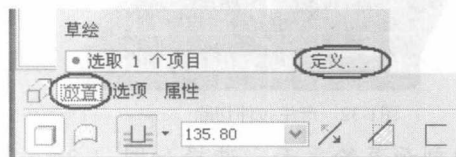

图1-26 拉伸特征选项
15. 选择菜单栏中的【插入】/【拉伸】命令，在如图 1-26 所示的拉伸特征操作栏中选择【放置】命令，单击 **定义...** 按钮。